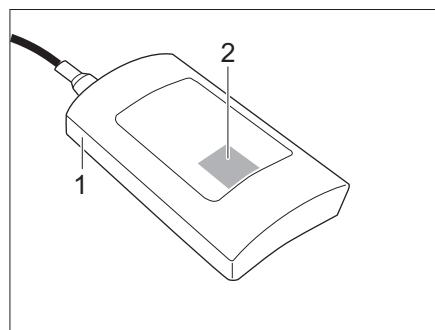

Fig. 101 Scatola di comando
- Scansionare il codice QR (Fig. 101,2) sulla scatola di comando (Fig. 101,1).
- La scatola di comando (Fig. 101,1) si trova in una posizione accessibile nella zona anteriore del veicolo.